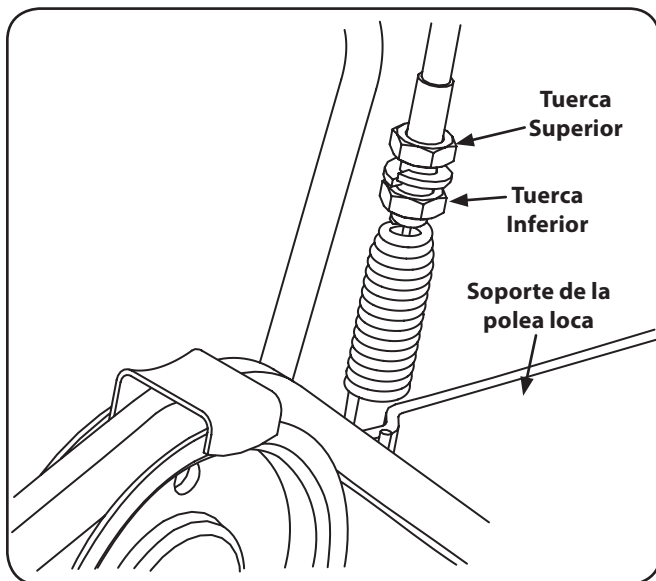

Figura 7-3
2. Localizar el muelle en el extremo del cable. Ver Figura 7-3.